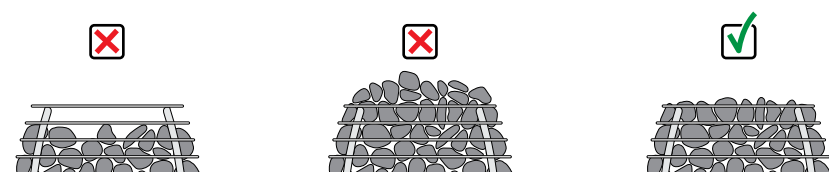

Figura 14. Posa delle pietre di HIVE Flow.
- Non posare una pila di pietre alta e assicurarsi che prima del primo utilizzo tutte le pietre siano a livello della parte superiore della griglia (**Figura 14**).